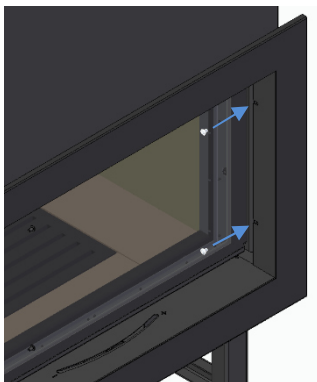

Figura 46
- c) Fixar o aro na posição correta usando 2 parafusos de cada lado, apertá-los um pouco primeiro a partir do lado de dentro do aro e de seguida, apertá-los na totalidade para assegurar que o anel está centrado o máximo possível, Figura 46.